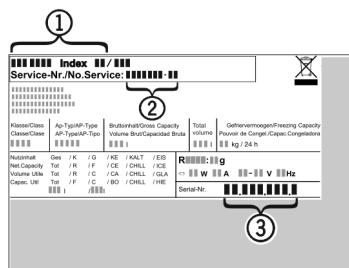

Fig. 13
- ▶ Leggere la denominazione dell'apparecchio Fig. 13 (1), il n° assistenza Fig. 13 (2) e il n° di serie Fig. 13 (3) sulla targhetta identificativa. La targhetta identificativa è situata all'interno dell'apparecchio, sul lato sinistro.
- ▶ Informare il servizio di assistenza e comunicare il difetto, la denominazione dell'apparecchio Fig. 13 (1), il n° assistenza Fig. 13 (2) e il n° di serie Fig. 13 (3).